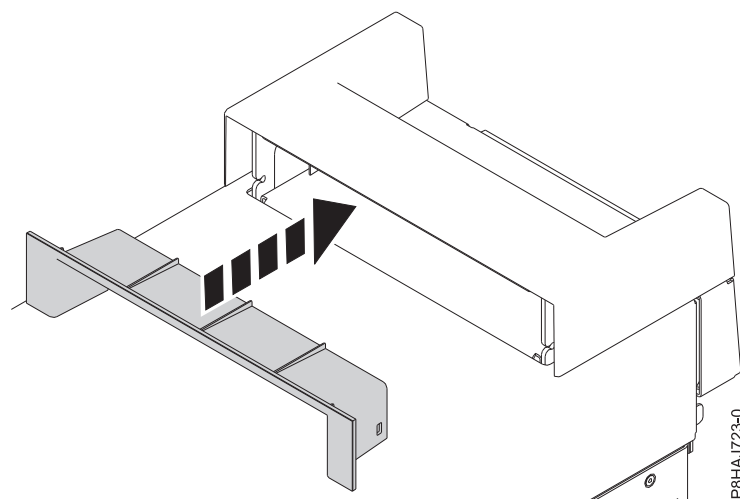

Figura 17. Inserció de la peça de la tapa de nansa en un sistema autònom 8286-41A
2. Inseriu la peça de la tapa de nansa empenyent-la amb força a la tapa de nansa, tal com es mostra a la Figura 17.